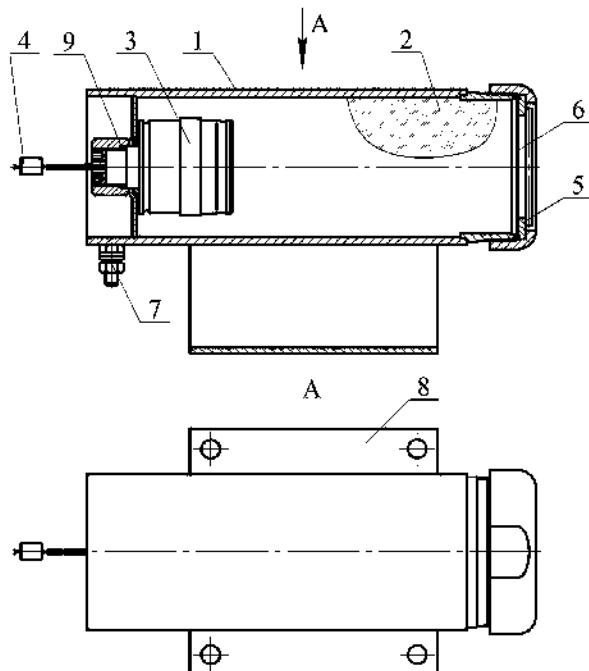

Рисунок 1
4.1.1 МНН (см. рисунок 1) состоит из корпуса **1**, в котором размещаются огнетушащий порошок (ОП) **2** и источник холодного газа (ИХГ) **3** с элементом электропусковым **4**. В передней части корпуса находится насадок-распылитель **5**, выходное отверстие которого перекрыто мемброй **6**. Модуль имеет заземляющий зажим **7**.
- ИХГ-0,65(М)-01 СИАВ 066614.025.000 ТУ для МПП нормального исполнения, ИХГ-0,65(М)-02 СИАВ 066614.025.000 ТУ для МПП специального исполнения или ИХГ-0,65(М)-06 СИАВ 066614.025.000 ТУ для МПП в широком температурном диапазоне эксплуатации (поз. 3 рисунок 1) – 1 шт.;
- резиновое кольцо 020-026-36 ГОСТ 9833-73 (поз. 9 рисунок 1) – 1 шт.;
- огнегуашщий порошок ИСТО-1 ТУ 2149-001-54572789-00 (поз. 2 рисунок 1) - 0,5 кг;
- мембрана черт. СИАВ 634233.007.005 (поз. 6 рисунок 1) - 1 шт.